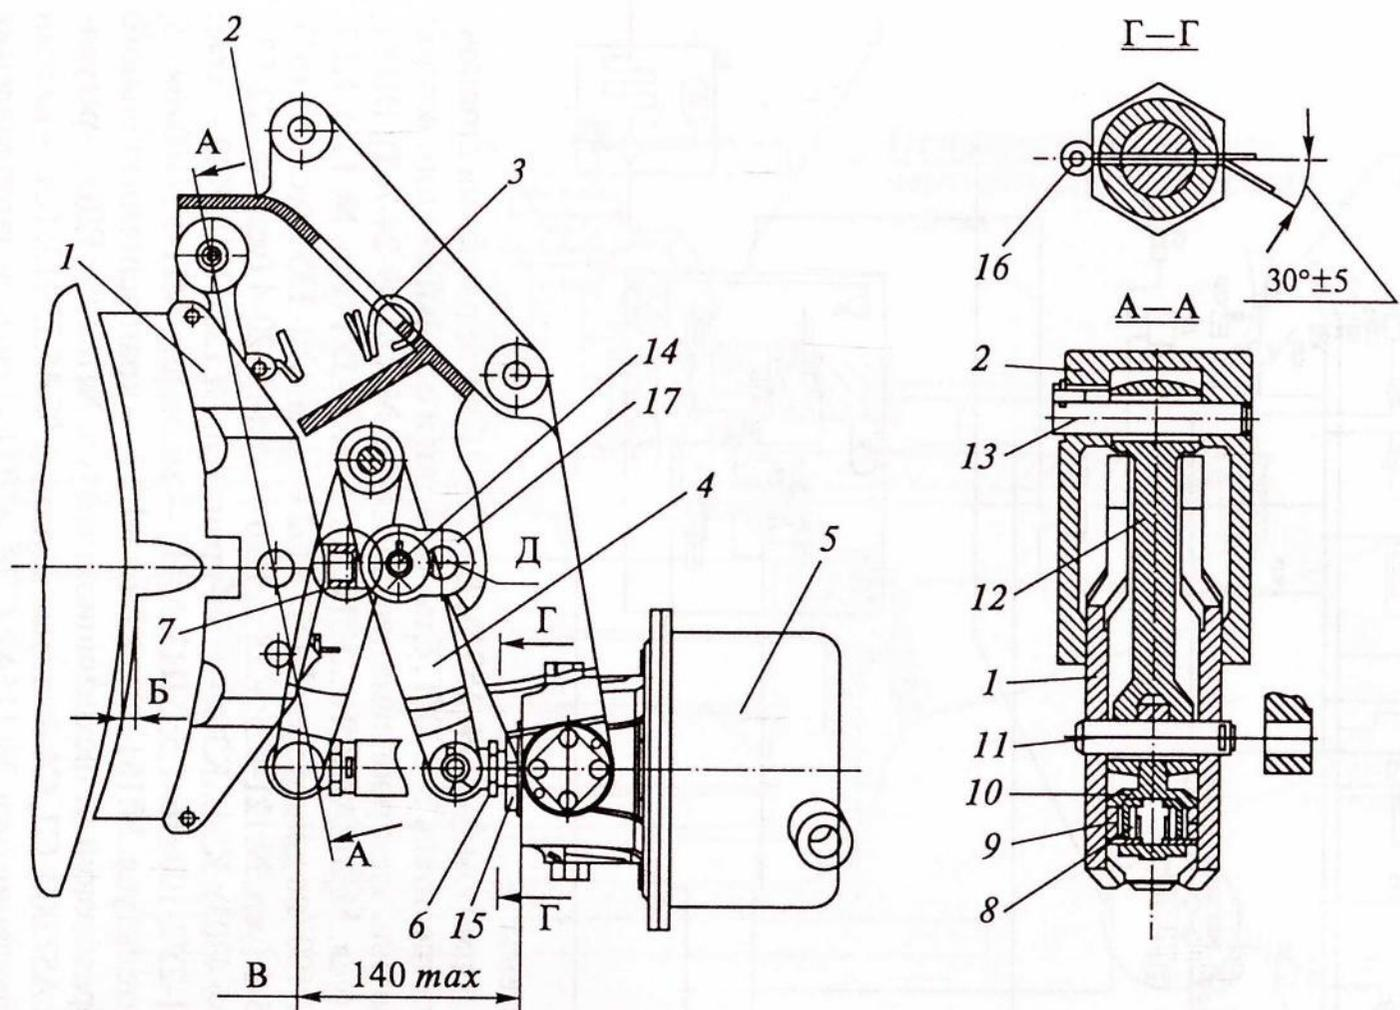

Рис. 3.14. Тормоз колодочный с пневмоприводом:
**Тормоз колодочный** установлен на тележках. Каждый тормозной механизм состоит из тормозного цилиндра 5 (рис. 3.14), кронштейна 2, рычага 4, тяги 12, башмака с колодкой тормозной 1 и пружины оттормаживания 3. Два тормозных механизма на тележке оборудова-